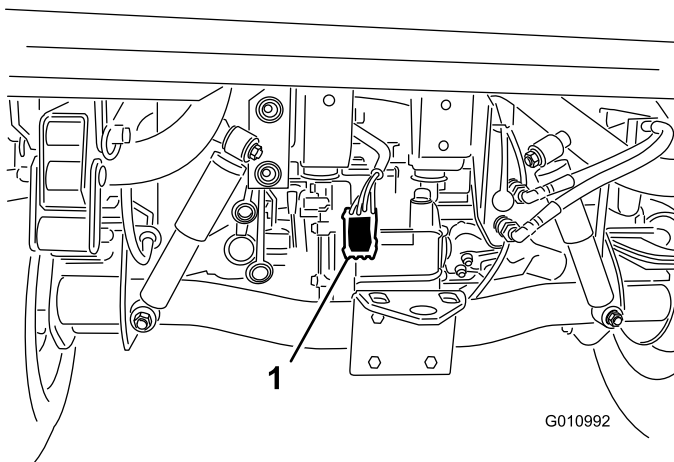

Bild 7
4. Verlegen Sie den Kabelbaum entlang des Hauptkabelbaums des Fahrzeugs zum Heck des Fahrzeugs (Bild 7).